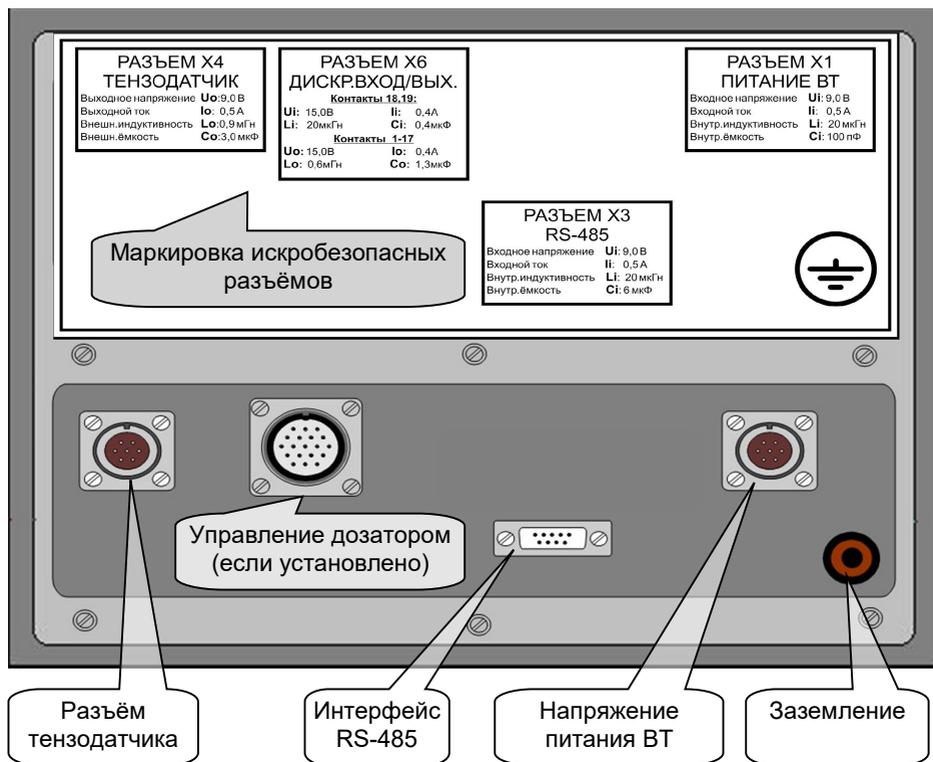

Рис. 8.2. Задняя панель весового терминала ВТ.
На рис. 8.2 изображена задняя панель весового терминала ВТ.
8.3.7. Подключить кабель от грузоприемного устройства весоизмерительной системы к разъему для подключения датчика весоизмерительного ТВИ-024ВТ (см. рис. 8.2, стр. 19).
8.3.10. Если предполагается использование дискретных входов/выходов Преобразователя для управления дозатором, подключите внешние устройства дозатора⁹ к соответствующему разъёму ТВИ-024ВТ (см. рис. 8.2, стр. 19).